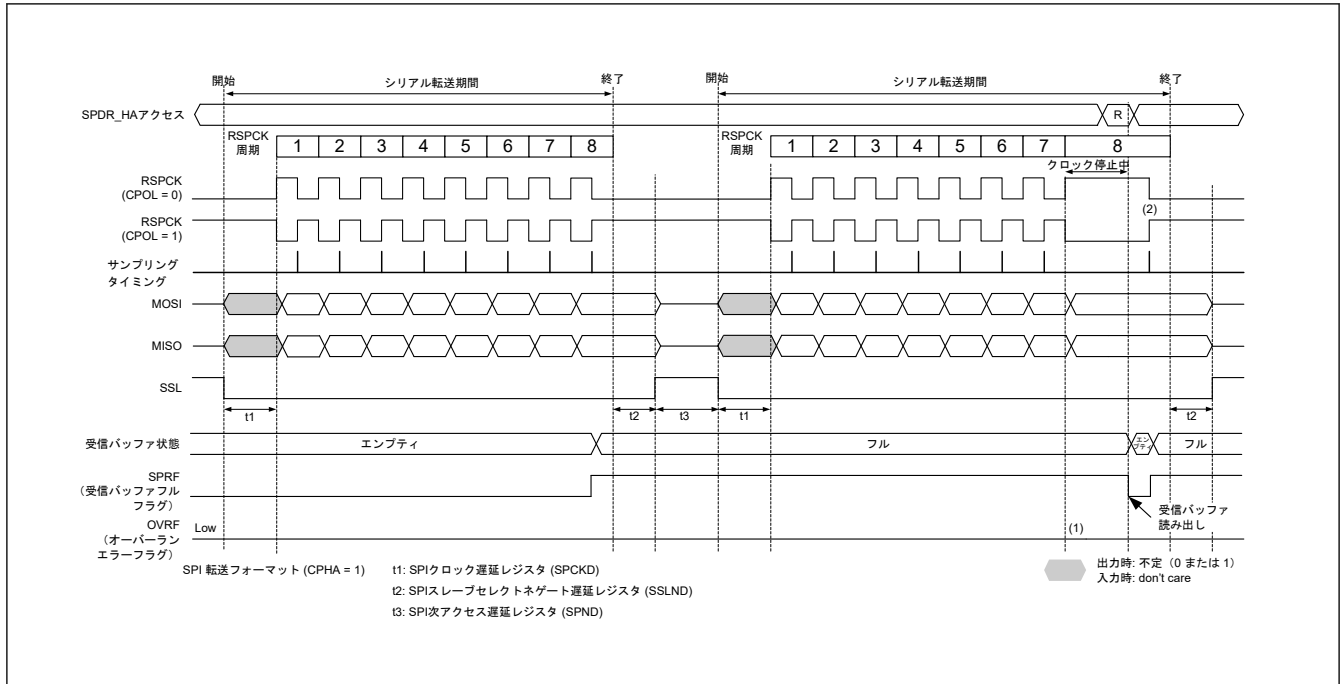
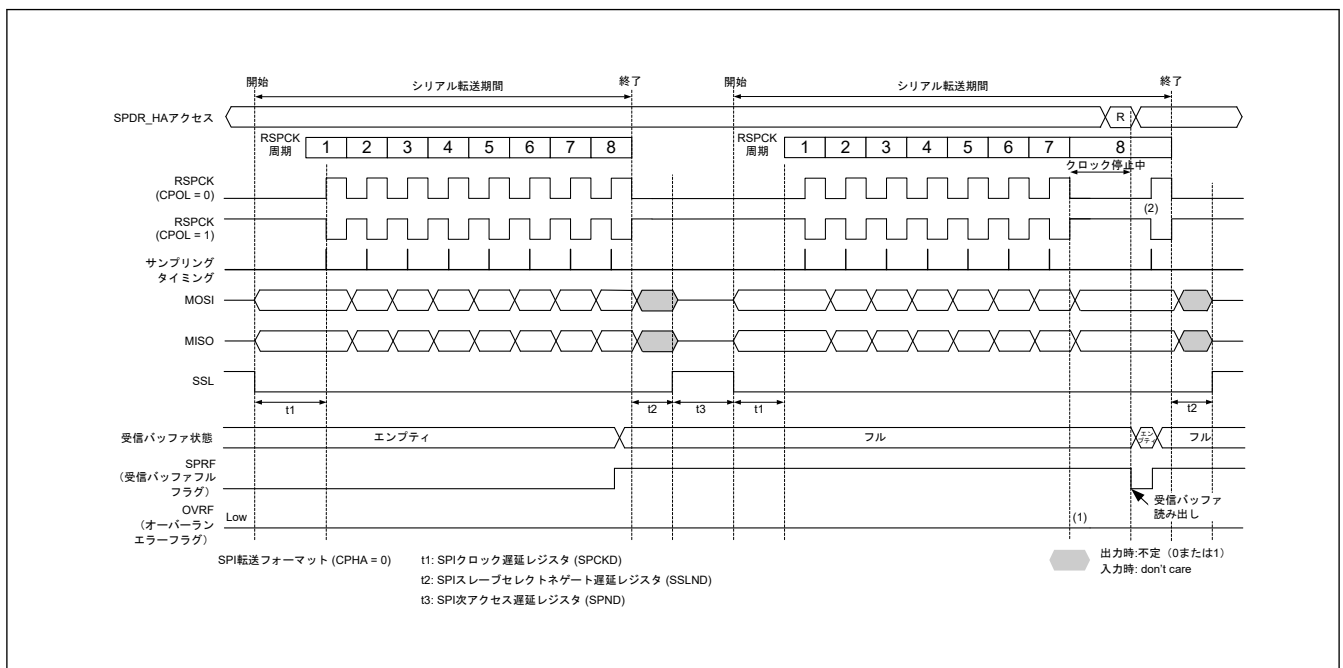

図 26.27 マスタモードの受信バッファフル状態でシリアル転送が継続するときのクロック停止波形 (SPCMDm.CPHA = 1)
図 26.28 マスタモードの受信バッファフル状態でシリアル転送が継続するときのクロック停止波形 (SPCMDm.CPHA = 0)
マスタモードで RSPCK 自動停止機能を有効 (SPCR2.SCKASE = 1) にした場合は、オーバーランエラーが発生しません。図 26.27、図 26.28 にマスタモードの受信バッファフル状態でシリアル転送が継続するときのクロック停止波形を示します。
以下に、図 26.27 および図 26.28 の (1)、(2) に示したタイミングでのフラグ動作を説明します。